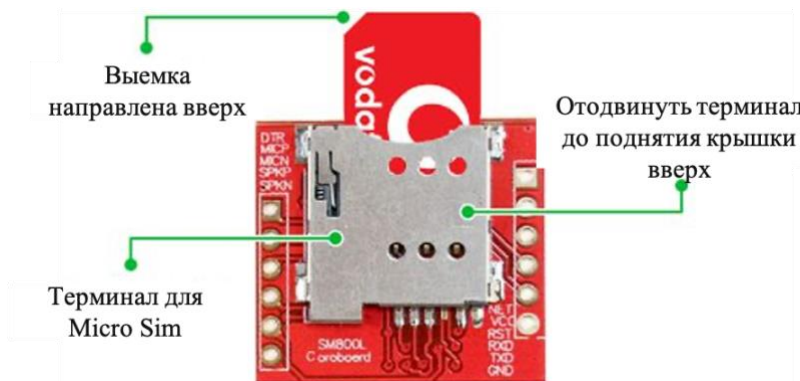

Рисунок 3 Схема подключения Micro Sim
3. Установите Sim-карту с подключенными услугами в Терминал Micro Sim (Рисунок 2), который расположен на контроллере (Рисунок 2). Внимательно и осторожно вставляйте SIM-карту в Терминал, не прилагая излишних усилий. Для этого нажмите на крышку Терминала и плавным движением отодвиньте её вниз до поднятия вверх (Рисунок 3).